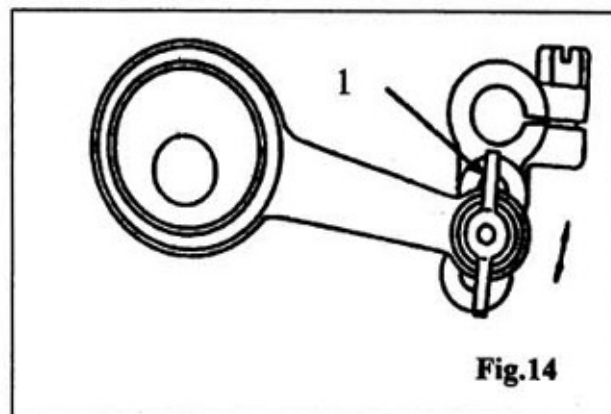

Fig.14
12、 ADJUSTING THE LIFT OF THE ALTERNATING PRESSER FOOT(Fig.14)